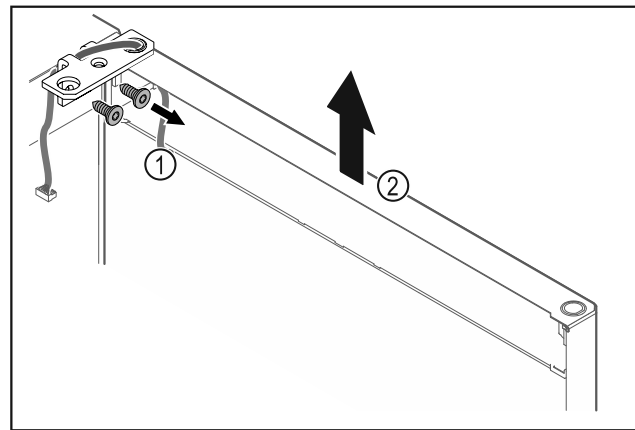

Fig. 28
- ▶ Csavarozza le a csuklópántot Fig. 28 (1).
- ▶ Az ajtót a csuklópánttal Fig. 28 (2) együtt emelje meg felfelé kb. 200 mm-rel, majd vegye le.